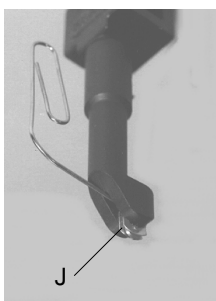

Ilustración 4
La rueda de corte debiera durar mucho tiempo si se cuida correctamente y no se daña, pero de ser necesario, puede reemplazarse fácilmente. Saque la rueda y su brida metálica de la ranura en el cabezal de corte con un ganchito de alambre de papel, como se muestra en la Ilustración 4. Instale una unidad de rueda de reemplazo (# de Pedido 03-131) (J), deslizándola en la ranura tan lejos como pueda.